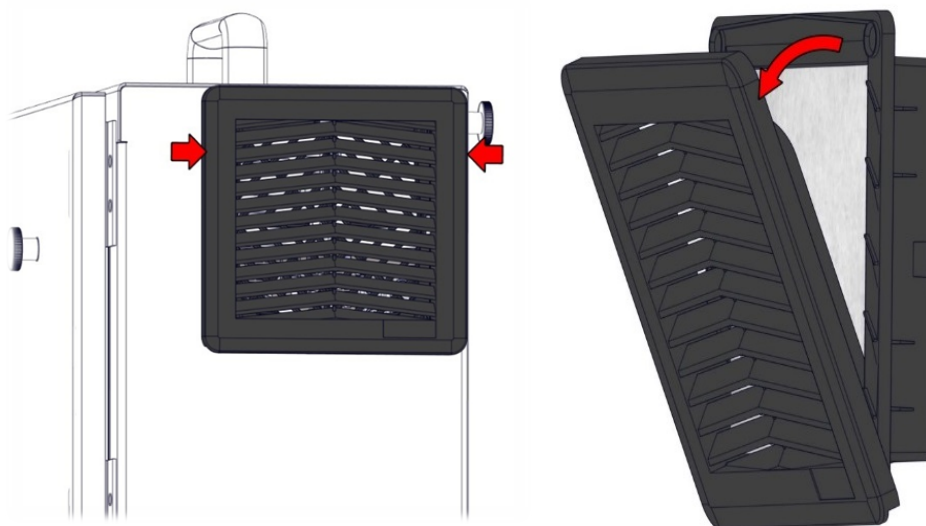

図 3.7. コントロールボックスのフィルターを交換します。
1. 図 3.7 の下図に示すように、赤い矢印で示す部分を引いて、外側のプラスチックフレームを慎重に取り外してください。フレームは外側に傾きます。